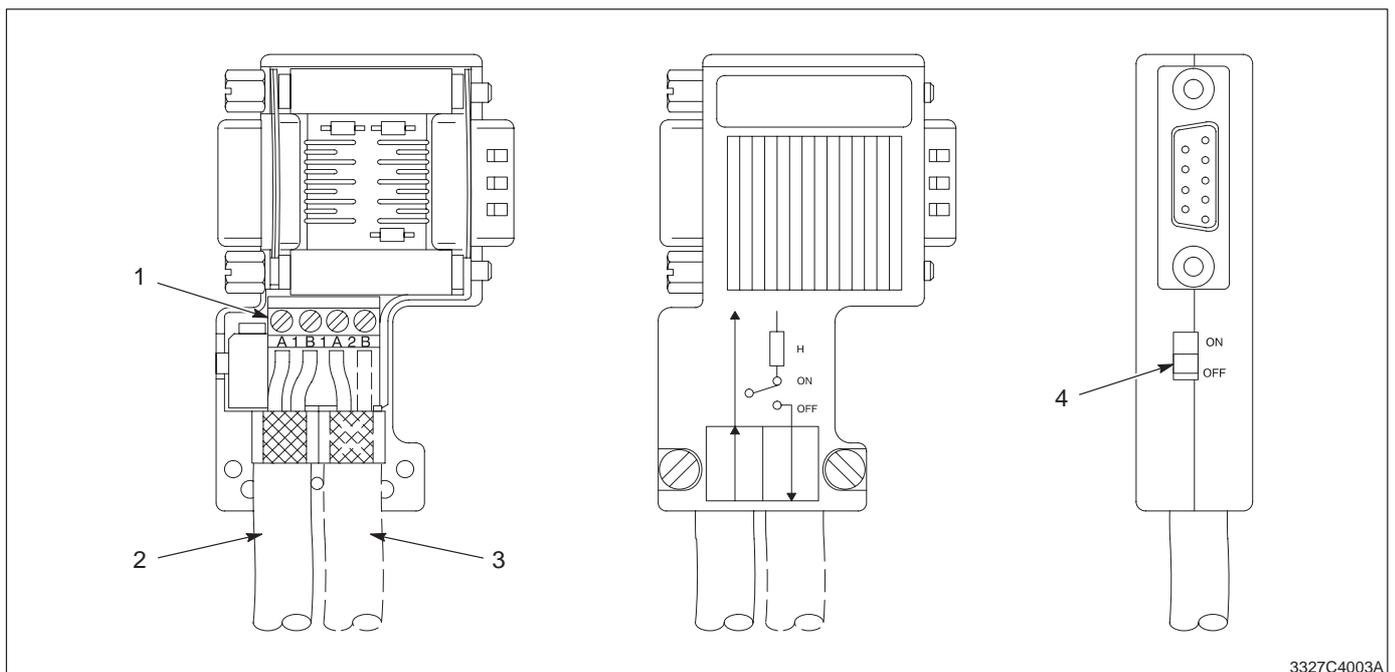

Abb. C 2-1 Schnittstellenkabelstecker
Siehe Abbildung C 2-1.
5. Siehe Abbildung C 2-1.
3. Siehe Abbildung C 2-1.